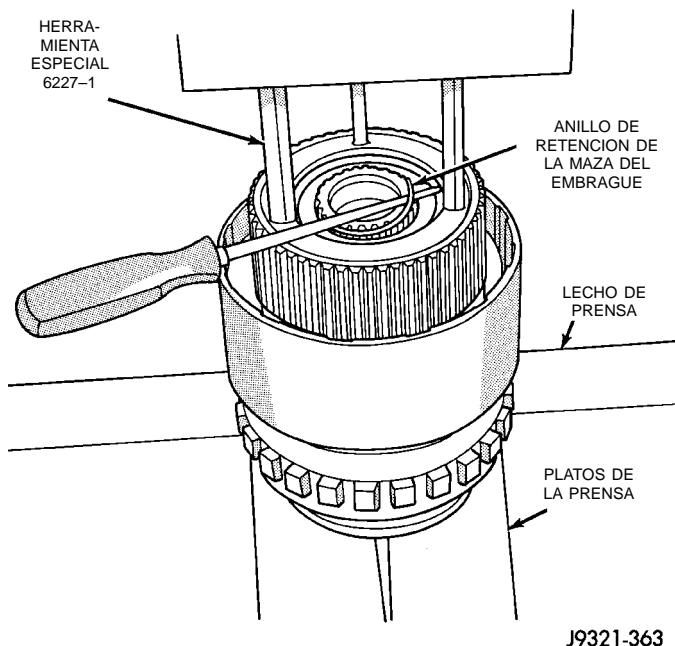

Fig. 214 Desmontaje del anillo de retención de la maza del embrague directo
(5) Retire el anillo de retención de la maza del embrague directo (Fig. 214).